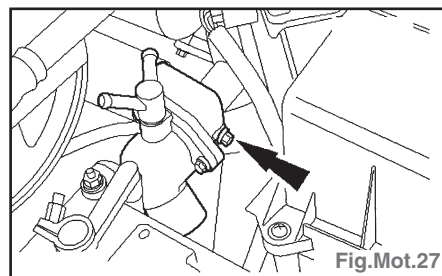

Fig.Mot.27
- Déposer le boîtier de thermostat (Fig.Mot.27).